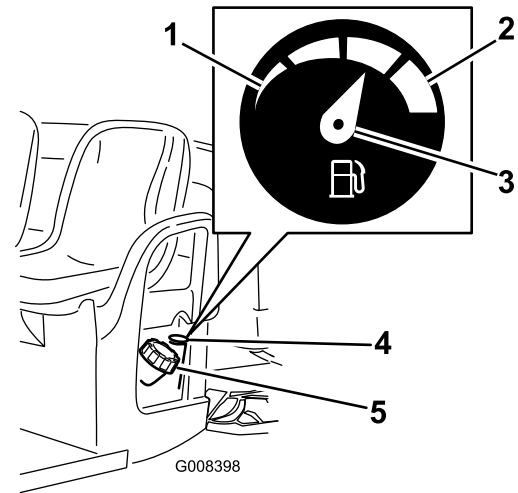

Figura 17
4. Limpe a zona em torno do tampão do depósito de combustível (Figura 17).